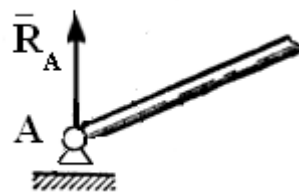

Рис.4
4. Шарнирно-подвижная опора (рис.4).